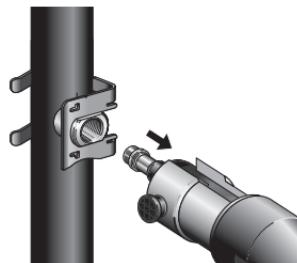

**Figura 13 – La selladora se desliza sobre el expensor**
2. Deslice la selladora por encima del expensor (1) y cierre por completo el pasador (2) para montar el acoplamiento. Vea la Figura 13. La selladora no funciona si el pasador de montaje no está completamente cerrado. Sostenga la selladora con las manos para alinearla. No deje que la selladora cuelgue del tubo.